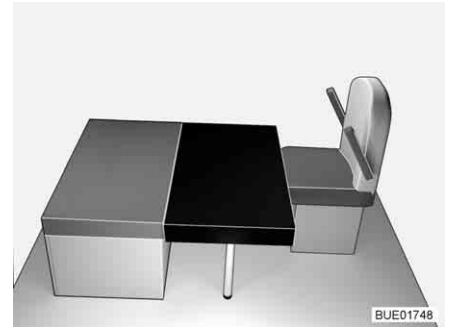

Fig. 91 Después de la transformación
- Colocar el cojín adicional cuadrangular en la mesa (delante del cojín del asiento del banco, véase Fig. 91). En esto, el recorte en el cojín adicional se encuentra en la pared de apoyo delantera.